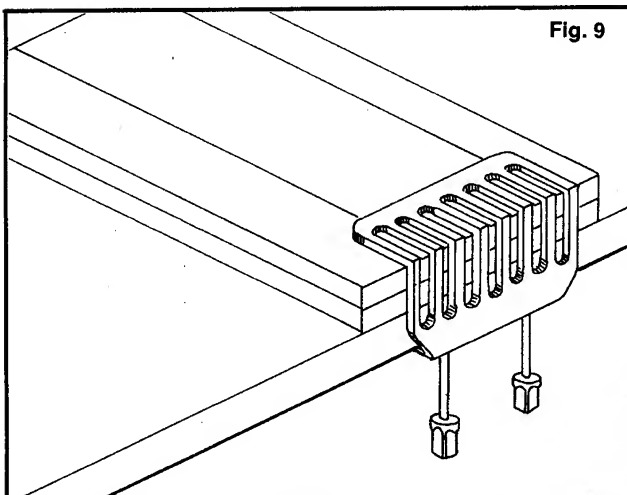

Fig. 9
4. Place a piece of scrap wood of the same total thickness against either side of the piece to be cut for support on outer cuts (Fig. 9); then hand tighten clamps completely, and check position of wood again.
4. Mettre une retaille de bois de même épaisseur contre chacun des bouts, afin de servir de support pour les coupes extérieures (Fig. 9). Ensuite serrer complètement, à la main, les pattes d'attache et vérifier la position du bois.